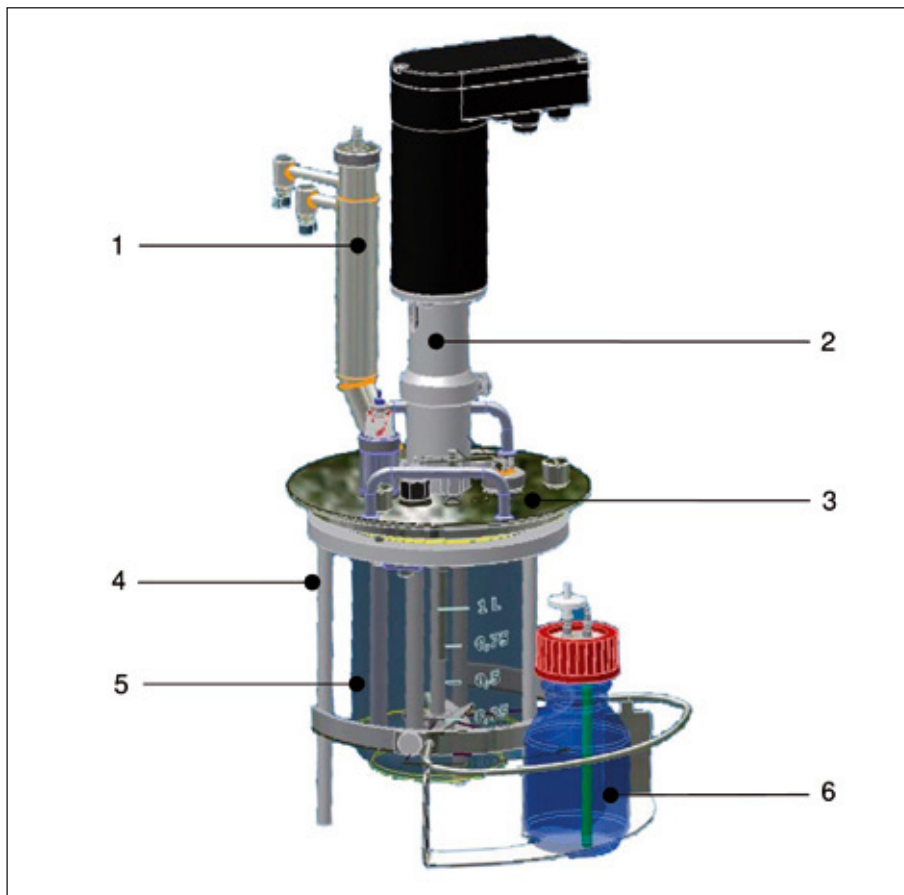

Fig. 3-11 : Éléments fonctionnels d'UniVessel® 1 l (en verre)
- 5 Cuve en verre, régulation de la température par une double enveloppe ou une ceinture chauffante et un doigt réfrigérant (fig. 3-11 : simple enveloppe pour une utilisation avec une ceinture chauffante et un doigt réfrigérant)